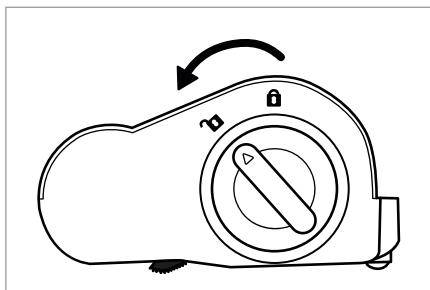

Fig. 26
- 2) Deblocați peria rotativă **20**, prin rotirea dispozitivului de blocare a periei rotative **19** în direcția simbolului **🔓** (deschis) (a se vedea fig. 26).